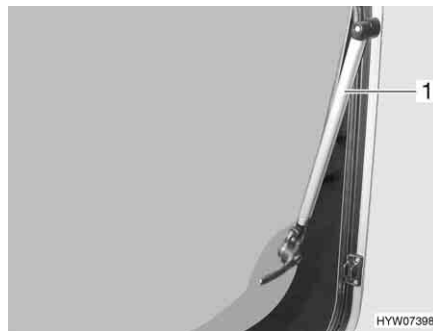

Fig. 78 Finestra apribile con deflettore automatico
- Aprire la finestra apribile fino al punto di arresto desiderato. Il deflettore automatico (Fig. 78,1) si innesta automaticamente in posizione.